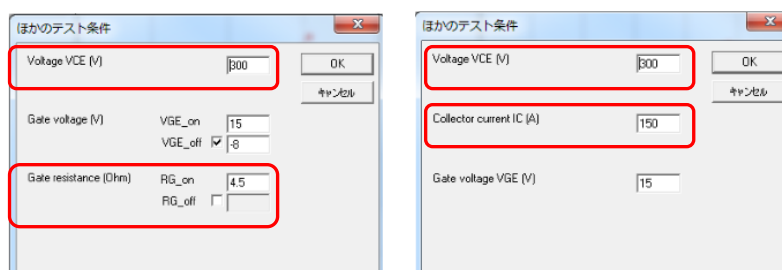

図 10 その他の試験条件入力画面
- ・ダイオードの順方向特性 V_d vs. I_F はデータシートの Fig.10 から同様にキャプチャして入力してください。